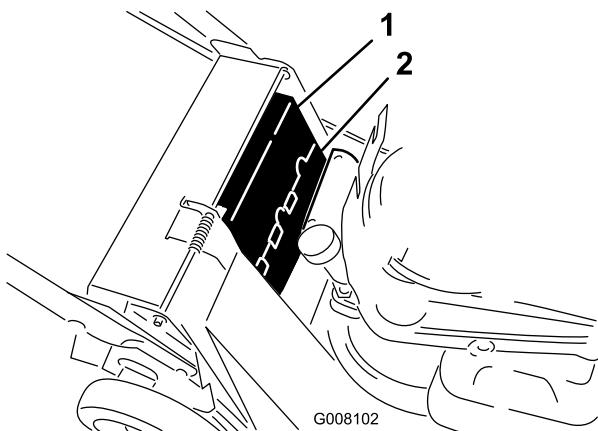

Figura 26
6. Retire las cubiertas superior e inferior de la correa (Figura 26).